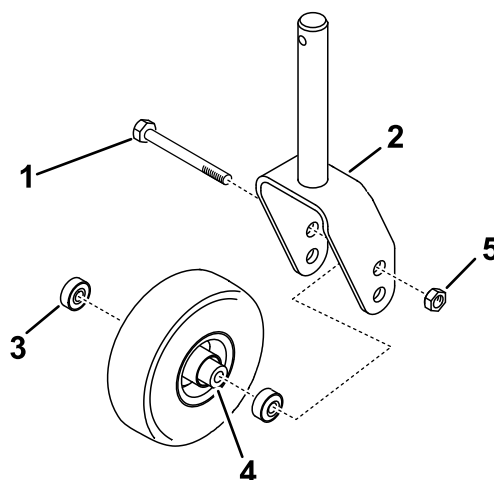

Figura 32
2. Togliete il dado di bloccaggio dal bullone che fissa la ruota orientabile alla forcella (Figura 32). Afferrate la ruota orientabile ed estraete la vite a testa cilindrica dalla forcella o dal braccio di rotazione.
3. Togliete il cuscinetto dal mozzo della ruota e lasciate cadere il distanziale del cuscinetto (Figura 32). Togliete il cuscinetto dalla parte opposta del mozzo della ruota.